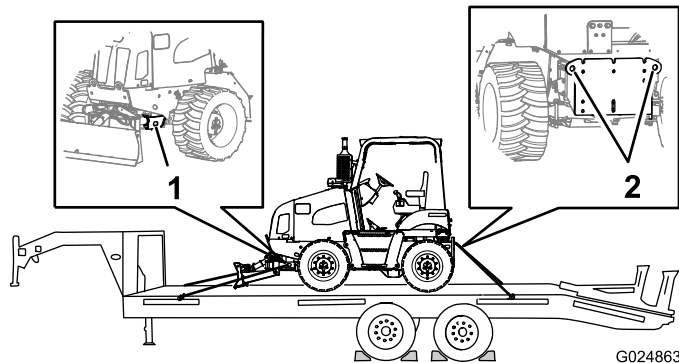

Figure 58
9. Arrimez l'avant et l'arrière de la machine sur la remorque au moyen de chaînes et d'un tendeur (Figure 58).